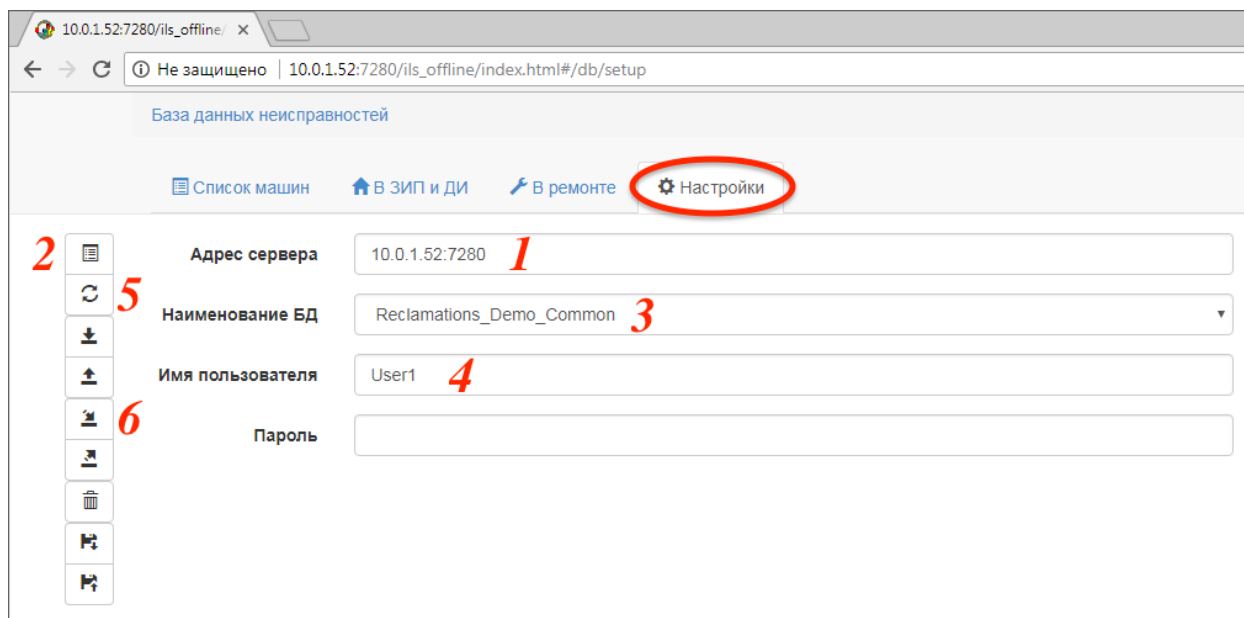

Рис. 9-21 – Вкладка «Настройки»
- перейти на вкладку «Настройки» (рис. 9-21);
- в поле «Адрес сервера» ввести IP адрес и номер порта компьютера, на котором работает web-сервер (1 на рис. 9-21);
- нажать кнопку «Получить список доступных БД»  (2 на рис. 9-21) и из открывшегося списка выбрать нужную базу данных (3 на рис. 9-21);
- в поле «Имя пользователя» ввести имя пользователя (4 на рис. 9-21);
соединение с БД»  (5 на рис. 9-21);
(6 на рис. 9-21).